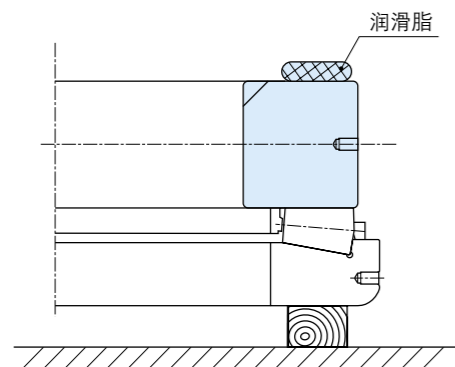

图 3.40
- (3) 将全面薄涂润滑脂的内圈仔细定心后，轻轻放于滚子之上。放好之后，给滚道全周均匀涂抹规定量的润滑脂（见图 3.40）。